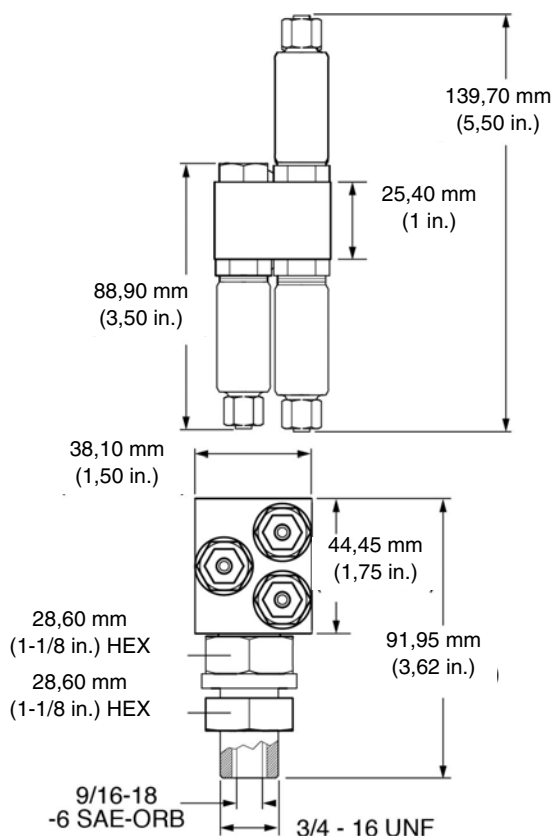

**FIG. 33**
- Colector de 12 puertos - usado en sistemas de lubricación con 7 o 12 puntos de lubricación máximo (FIG. 33 y FIG. 34).
\*En la FIG. 33 el vástago del colector (121) se muestra montado en el puerto inferior. También puede montarse en los puertos laterales.
1. Instale el vástago del colector (121) y la junta tórica (124) en el puerto de entrada del colector del inyector (119 o 120) (FIG. 32 y FIG. 33, página 39).
**NOTA:** El puerto de entrada del colector de 12 puntos (120) puede montarse en el puerto de entrada lateral o en el superior.
2. Utilice tapones (126) para bloquear los puertos que no se usen del colector del inyector (FIG. 32 y FIG. 33, página 39). Asegúrese de insertar la junta tórica en el tapón. Si necesita puntos de lubricación adicionales, puede retirar estos tapones y cambiarse por inyectores y tubos de lubricación del tamaño apropiado.